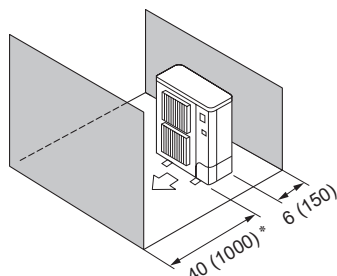

Fig. 2-9
- ⑤ Obstáculos en la parte delantera y trasera (Fig. 2-9)